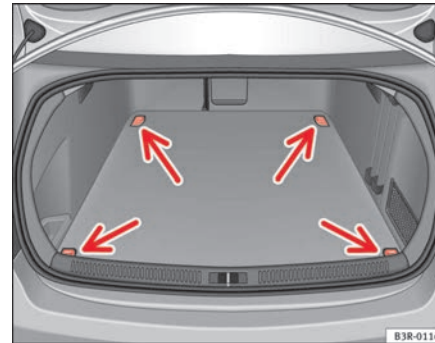

Abb. 115 Anordnung der Verzurrösen im Gepäckraum
- Sichern Sie das Ladegut an den Verzurrösen ⇒ Abb. 115 -Pfeile-.